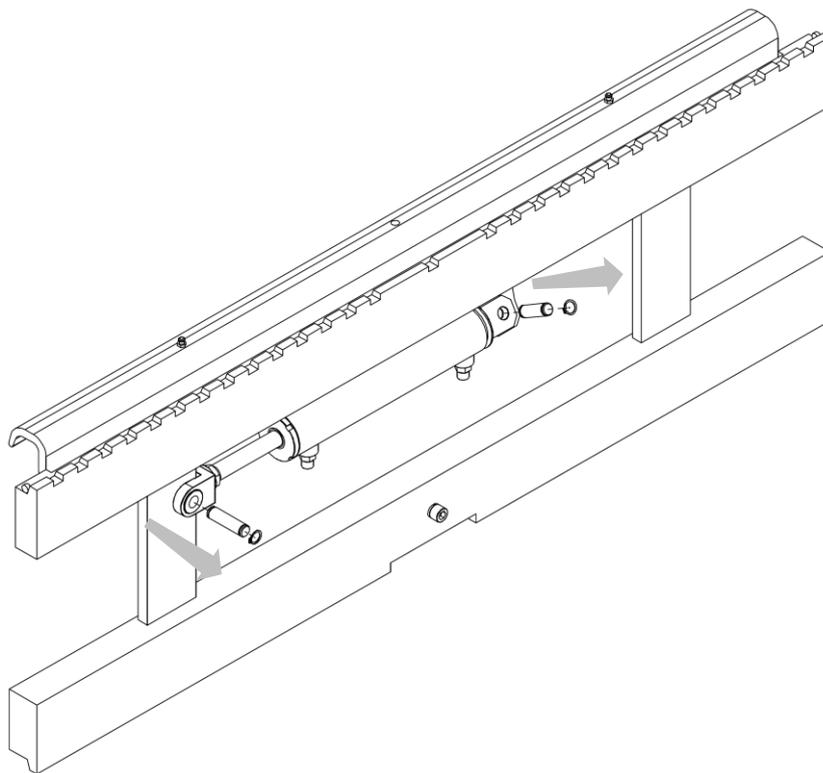

Figura 23
2. Retire los 2/4 pasadores elásticos **A** y retire el cilindro de su asiento (mira *Figura 23*).